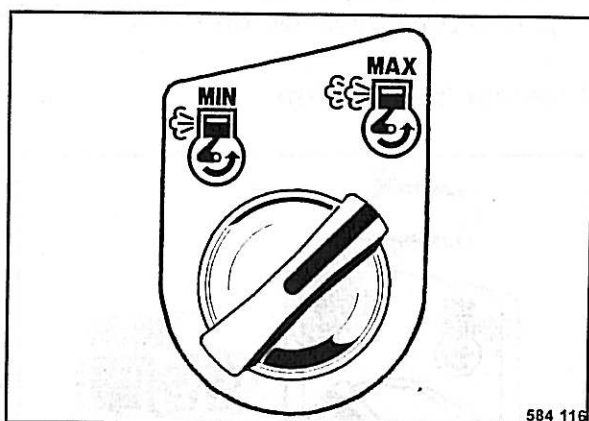

Fig. 41
- Colocar el interruptor giratorio (Fig. 41) en posición „Max“ (pleno gas).